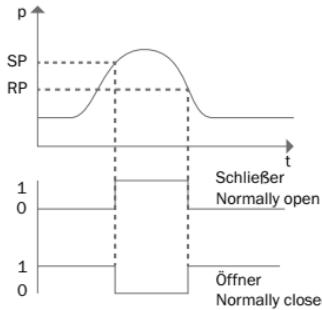

Abbildung 2: Hysteresefunktion bei Überdruck
Bei steigendem Systemdruck schaltet der Ausgang bei Erreichen des jeweiligen Schaltpunktes (SP). Fällt der Druck wieder ab, schaltet der Ausgang erst wieder zurück, wenn der Rückschaltpunkt (RP) erreicht ist. Wenn der anliegende Druck um den am Druckschalter eingestellten Schaltpunkt schwankt, hält die Hystereze den Schaltzustand der Ausgänge stabil (siehe Abbildung 2).